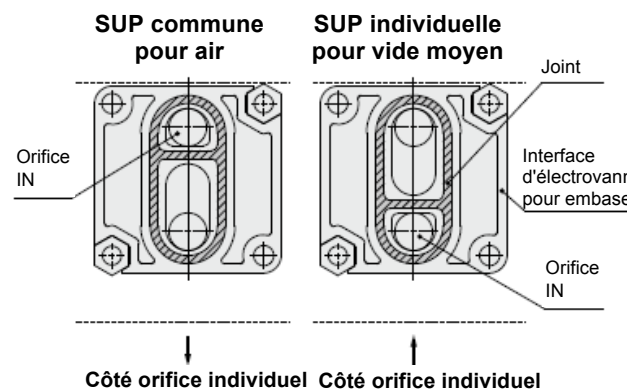

Figure 5
- Veillez à respecter le sens de montage des vannes sur l'embase. Respectez le schéma de montage illustré en figure 5.
- En cas de sens spécial d'entrée électrique (XC), prenez des précautions supplémentaires.